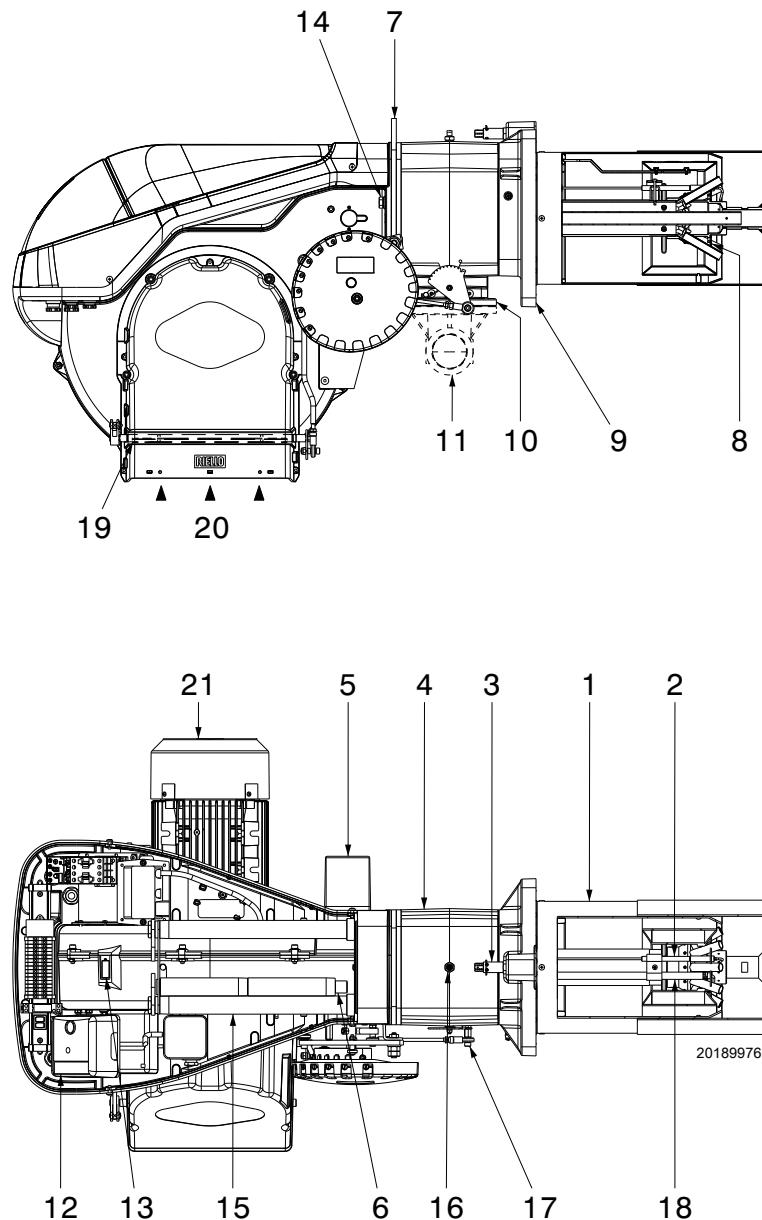

图 5
(1) 参考条件 : 环境温度 20°C - 燃气温度 15°C - 大气压力 1013 mbar - 海拔 0 m a.s.l.
(2) 测试点 7 ) ( 图 5 ) 处的燃气压力 , 此时炉膛压力为 0 并且燃烧器处于最大出力运行状态。
(3) 噪音测试在制造商燃烧实验室进行 , 燃烧器在测试锅炉上以最大出力运行。声功率以 “ 自由场 ” 法测得 , 符合 EN 15036 标准要求以及 EN ISO 3746 标准要求的 “ 准确 : 类别 3 ” 的测量精度。
如果控制盒按钮（红色 LED 灯）12）（图 5）指示灯亮起，则表示燃烧器锁定。